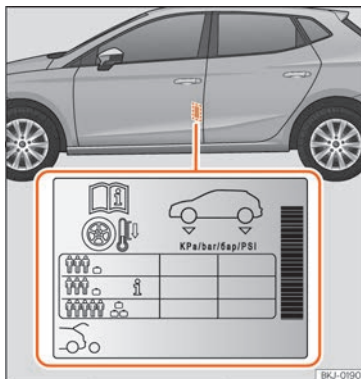

Fig. 276 Localização do autocolante da pressão de ar dos pneus.
- Adapte a pressão dos pneus à carga transportada pelo veículo » **Fig. 276**.
Os valores da pressão de enchimento indicam-se na etiqueta autocolante situada na zona posterior da moldura da porta dianteira esquerda » **Fig. 276**.
Dependendo do veículo, pode adaptar-se a pressão de ar dos pneus para meia carga para aumentar o conforto de condução (pressão de ar dos pneus **i** » **Fig. 276**). Quando se circula com a pressão de ar de conforto, o consumo de combustível pode aumentar ligeiramente.
A pressão dos pneus tem de ser ajustada à carga momentânea do veículo. Se pretender utilizar o veículo com a carga máxima, terá de aumentar a pressão dos pneus para o valor máximo indicado na etiqueta » **Fig. 276**. »
No caso de uma roda de emergência minimizada (125/70 R16 ou 125/70 R18), encher a 4,2 bar de pressão segundo indicado na etiqueta de pressão dos pneus »» Fig. 276.
- O condutor é responsável por garantir que todos os pneus do veículo estejam cheios com a pressão correta. A pressão de ar recomendada está indicada num autocolante »» Fig. 276.
- Com os pneus a frio, deve manter-se sempre a pressão indicada no autocolante »» Fig. 276.